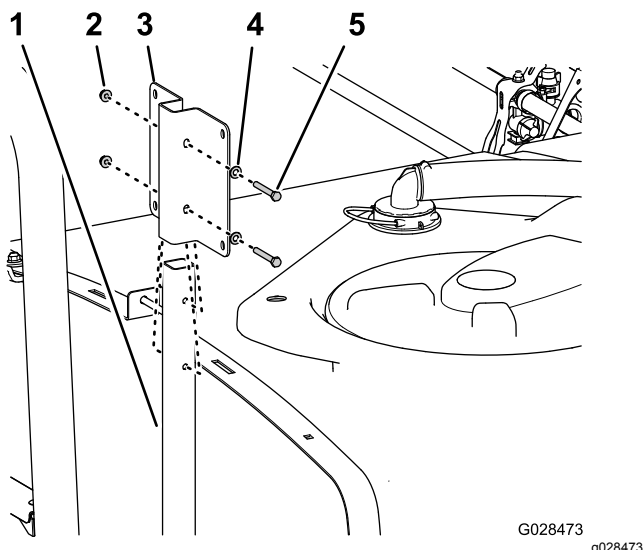

Figure 36
1. Alignez les trous du support du réservoir d'eau douce et les trous du tube de support (Figure 36).
2. Fixez les supports au tube (Figure 36) au moyen de 2 boulons à embase (5/16" x 2¼"), 2 rondelles (5/16") et 2 contre-écrous à embase (5/16").